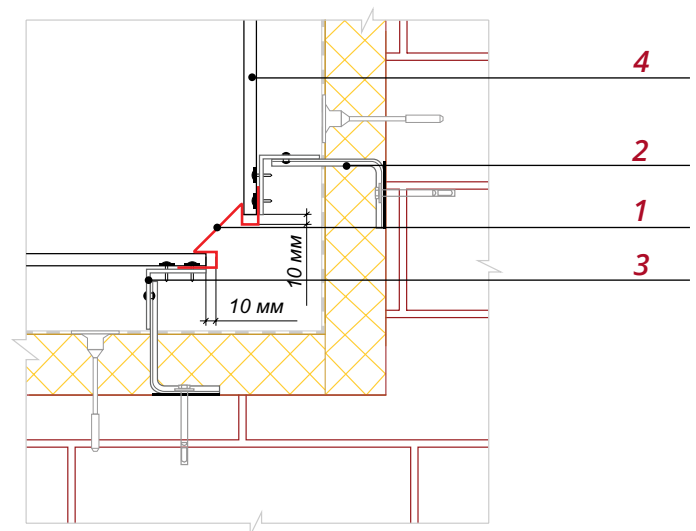

Рис. 8
- На внутреннем угле фасада необходимо установить два крепежных кронштейна **2** и крепежные профили **3** так, чтобы можно было закрепить Планку угла внутреннего **1** и примыкающие к ней панели **4** (рис.8).
- Закрепите Планку угла внутреннего к крепежным профилям, предварительно выставив ее по уровню. См. схему на рис.8.